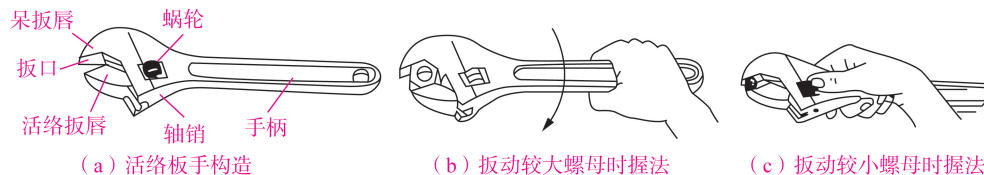

图 2-17 活络扳手
活络扳手是用来紧固和起松螺母的一种专用工具，主要由头部和柄部组成。头部又由活络扳唇、扳口、蜗轮和轴销等构成，如图 2-17 (a) 所示，旋动蜗轮可调节扳口的大小。其规格是以长度×最大开口宽度（单位：mm）来表示，有 150×19 (6')、200×24 (8')、250×30 (10') 和 300×36 (12') 四种。
(1) 扳动大螺母时，需用较大力矩，手应握在近柄尾处，如图 2-17 (b) 所示。
(2) 扳动较小螺母时，需用力矩不大，但螺母过小易打滑，故手应握在接近头部的地方，随时调节蜗轮，收紧活络扳唇防止打滑，如图 2-17 (c) 所示。